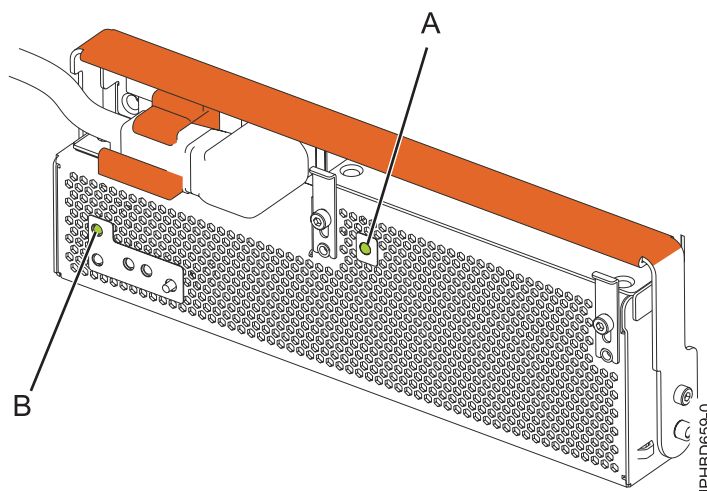

Figure 20. Voyants d'alimentation de l'OCA et de courant alternatif de l'unité d'extension
10. Examinez les voyants relatifs à l'état du courant alternatif **(A)** et à l'alimentation de l'OCA (Offline Converter Assembly) **(B)**, comme indiqué à la figure 20, et effectuez l'une des opérations suivantes, selon le cas :